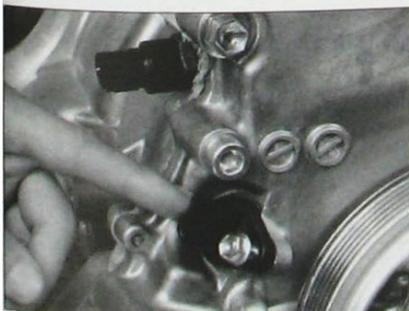

FIG. 23
- Déposer le capteur de position vilebrequin (Fig.23).